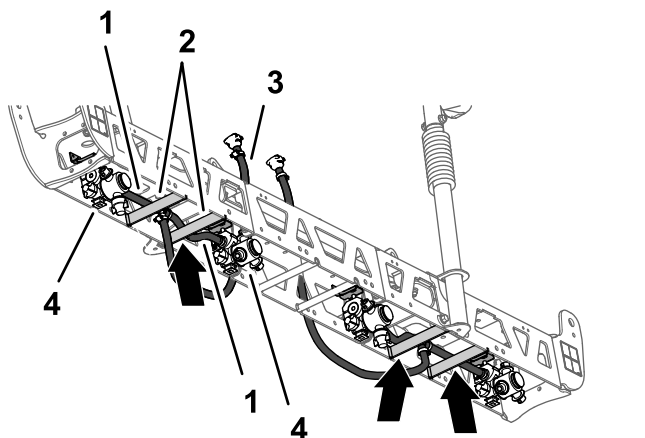
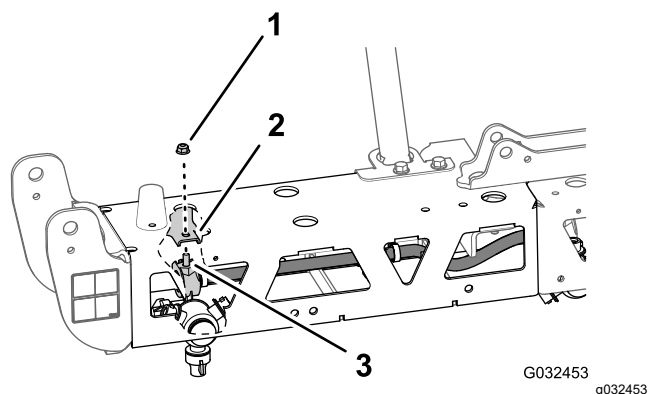

Рисунок 59
Рисунок 60
1. Проложите шланг диаметром 13 мм (10 дюймов) и сопла в сборе между скобами наружных ферм (Рисунок 59).
2. Проложите шланг и сопло над скобой фермы и наружу к наружному креплению сопла (Рисунок 59).
3. Вставьте болт с шестигранной головкой (5/16 x ¾ дюйма) распылительного сопла в отверстие крепления сопла и установите, не затягивая, сопло на крепление с помощью фланцевой контргайки (5/16 дюйма) из доводочного комплекта системы опрыскивания GeoLink (Рисунок 60).
4. Проложите другой шланг диаметром 13 мм (10 дюймов) и сопло в сборе между скобами наружных ферм (Рисунок 59).
5. Проложите шланг и сопло над скобой фермы и внутрь к внутреннему креплению сопла (Рисунок 59).
6. Вставьте болт с шестигранной головкой (5/16 x ¾ дюйма) распылительного сопла в отверстие крепления сопла (Рисунок 60) и установите, не затягивая, сопло на крепление при помощи фланцевой контргайки (5/16 дюйма), снятой при выполнении пунктов 1 и 4 раздела Демонтаж распылительных сопел \(страница 30\).
8. Проложите шланг и соединитель типа «елочка» 13 x 810 мм (½ x 32 дюйма) к боковой части средней секции опрыскивателя при помощи левого и правого опорных кронштейнов (Рисунок 59).
9. Повторите действия, описанные в пунктах 1 – 8, для другого шланга подачи в сборе с соплом на другой наружной ферме (Рисунок 59 и Рисунок 60).